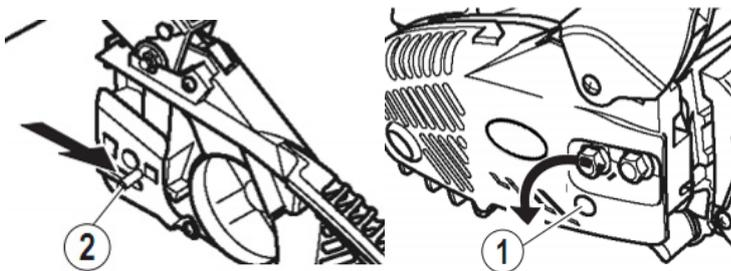

Fig.7
- 4) Tourner dans le sens anti-horaire (dévisser) la vis tendeur de chaîne (Fig.7 item 1) pour faire reculer le doigt tendeur de chaîne (Fig.7 item 2).